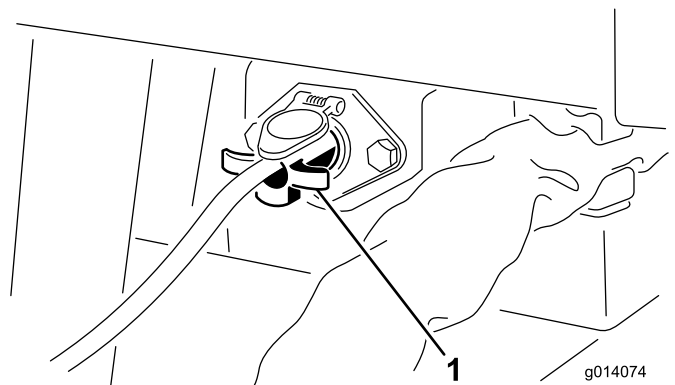

Figura 9
4. Nos modelos SH, ligue o interruptor ligar/desligar pendente (extremidade de 4 pinos) na tomada no canto frontal esquerdo da máquina (Figura 9).